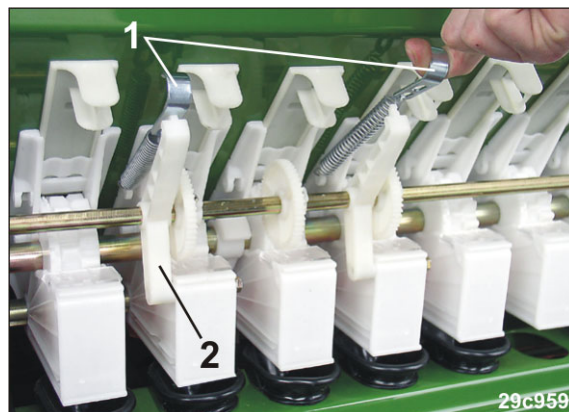

Fig. 121
2. Retirar los resortes de tracción (Fig. 121/1) del cojinete del árbol intermedio (Fig. 121/2).